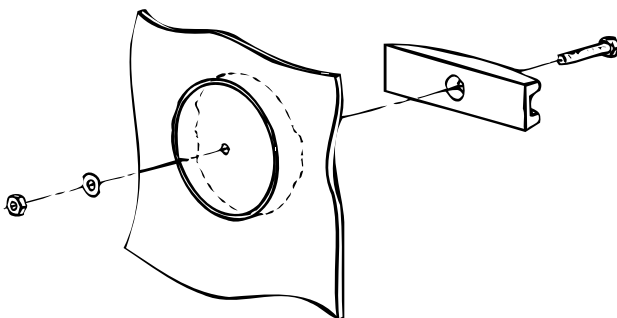

Bild 2: Lockborttagare
5. För att kunna ansluta kaminen måste blindlocket avlägsnas med hjälp av specialverktyget som medföljer, se Bild 2.